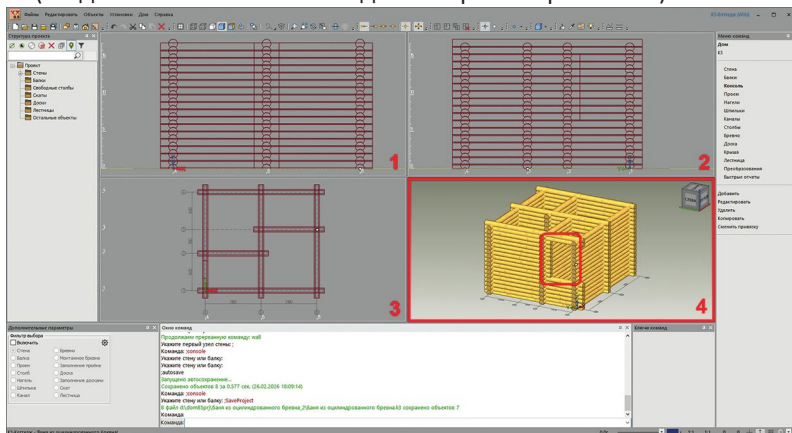

рис. 23
2. Переключитесь в видовое окно № 4, и там, *зажав правую кнопку мыши*, потяните курсор немного вправо — таким образом сруб повернётся против часовой стрелки. На экране должно получиться изображение такое, как показано на рис. 23 (созданная нами консоль выделена красной рамочкой).